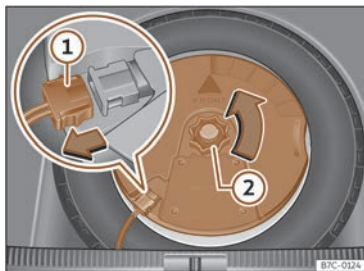

Fig. 212 Dans le coffre à bagages : démonter le subwoofer.
- Déconnectez le câble du haut-parleur subwoofer >>> **fig. 212 ①**.
- Dévissez la molette de fixation en la tournant dans le sens inverse des aiguilles d'une montre >>> **fig. 212 ②**.